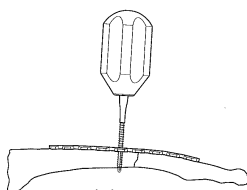

図5
- 3) 鎖骨用 3.5 コーティカルスクリュータップ (ショート) を用いて、イメージインテンシファイヤー (X 線透視) で確認しながらプレタップを行います。(図5)